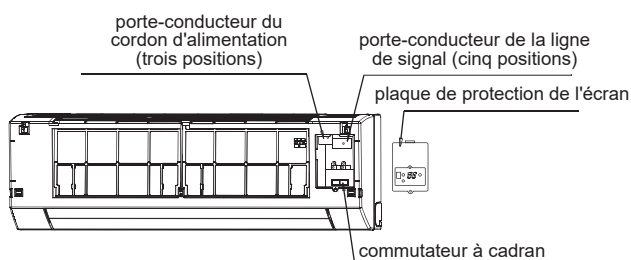

Fig.7-2
- Connectez séparément le cordon d'alimentation et la ligne de signal et ajustez le commutateur à cadran. (Voir Fig. 7-2)